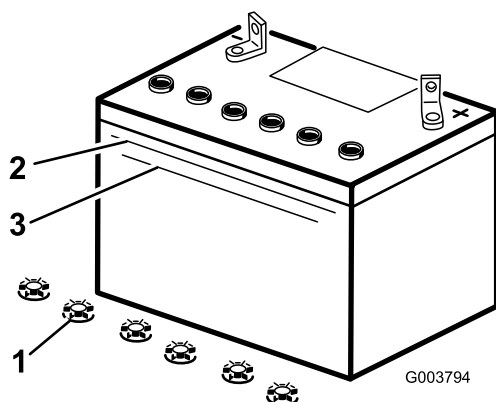

Figure 35
3. Observez le côté de la batterie. Le niveau de l'électrolyte doit atteindre le trait supérieur (Figure 35). Le niveau d'électrolyte ne doit pas descendre au-dessous du trait inférieur (Figure 35).
6. Enlevez les bouchons de remplissage de la batterie (Figure 35).
7. Versez de l'eau distillée avec précaution dans chaque élément jusqu'au repère supérieur (Figure 35) sur le côté de la batterie.
8. Attendez cinq à dix minutes après avoir rempli les éléments. Au besoin, ajoutez de l'eau distillée pour amener le niveau jusqu'au repère supérieur sur le côté de la batterie (Figure 35).